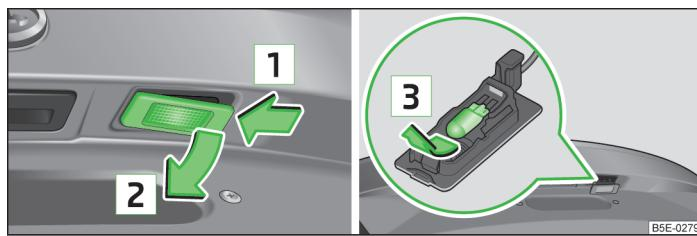

Fig. 228 Desmontar la luz de la matrícula / cambiar la bombilla
- Empuje la lámpara en la dirección de la flecha 1 » fig. 228.